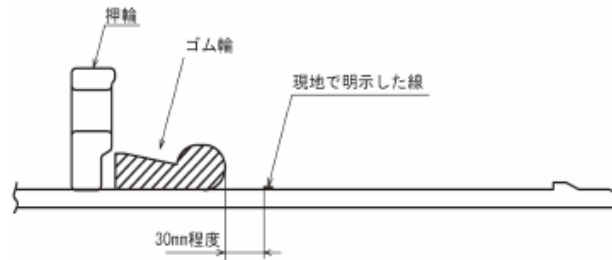

図4-13 接合部品のセット位置
- (1) 管の清掃は、直管同様とすること。
- (2) ロックリング及びストッパーがセットされているか確認すること。
- (3) 異形管受口端面から受口奥部までののみ込み量を測定し、挿し口に実測値を挿入量として白線で明示すること。
- (4) 押輪及び清掃したゴム輪を順に挿し口に預け、図4-13に示す向きでセットすること。